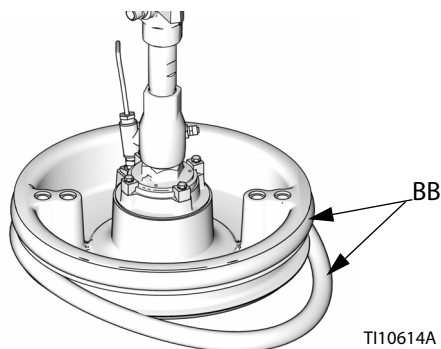

Рис. 42
2. *Поднимите снизу* край одного уплотнителя (ВВ) над задней частью прижимной плиты (D). См. Рис. 42.